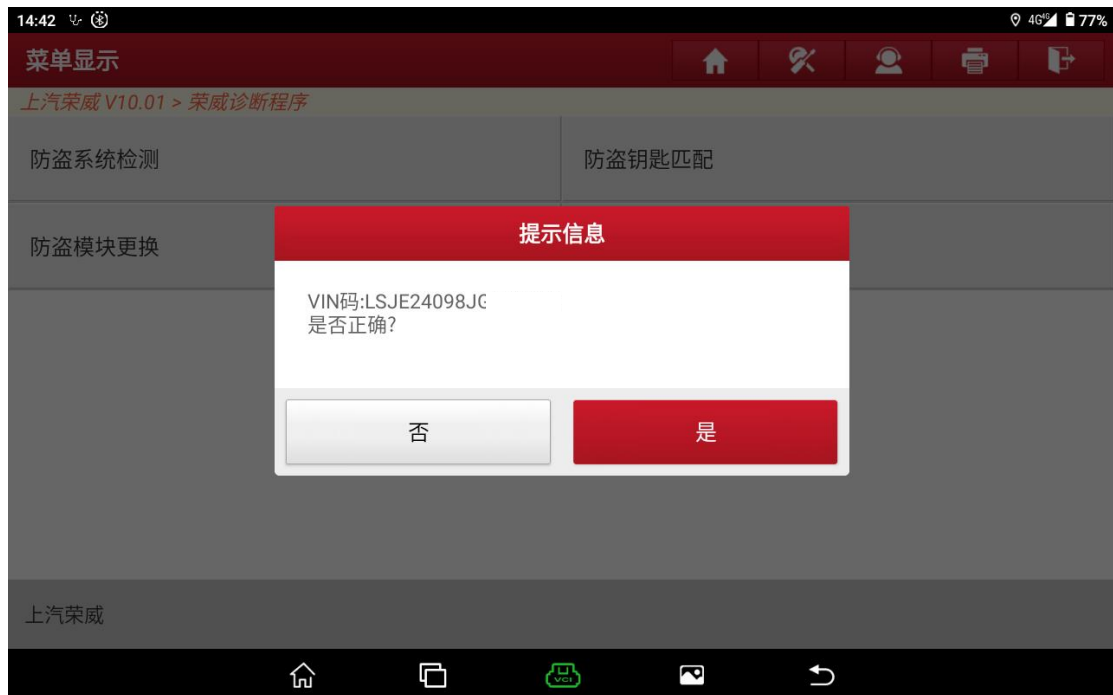

图 5
3. 选择确认车辆 VIN 码是否正确，【否】需要手动输入正确的 VIN 码，【是】则下一步（图 5）。